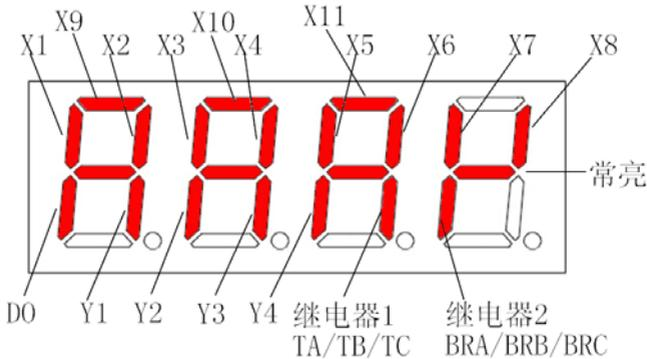

图 5-12-1 端子状态指示
- ◆ 端子状态信息包括多功能端子 X1~X11、双向开路集电极输出端子 D0、Y1、Y2、Y3，以及输出继电器 1 和输出继电器 2 的状态，采用 LED 数码管指定段的亮灭来表明各功能端的状态，数码管段亮表示相应端子状态为有效状态，灭则表示相应端子为无效状态，数码管中有四个常亮的笔段，方便观察。如图 5-12-1 所示: